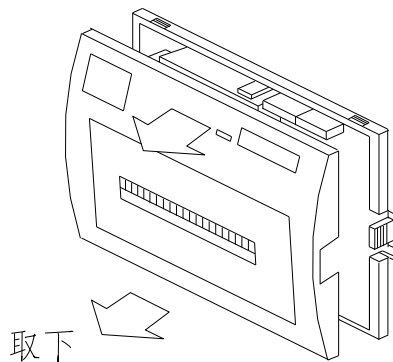

图 9-1
1) 如图 9-1 所示，从前面板轻掰打印机前面盖板上侧，取下打印机前盖板。